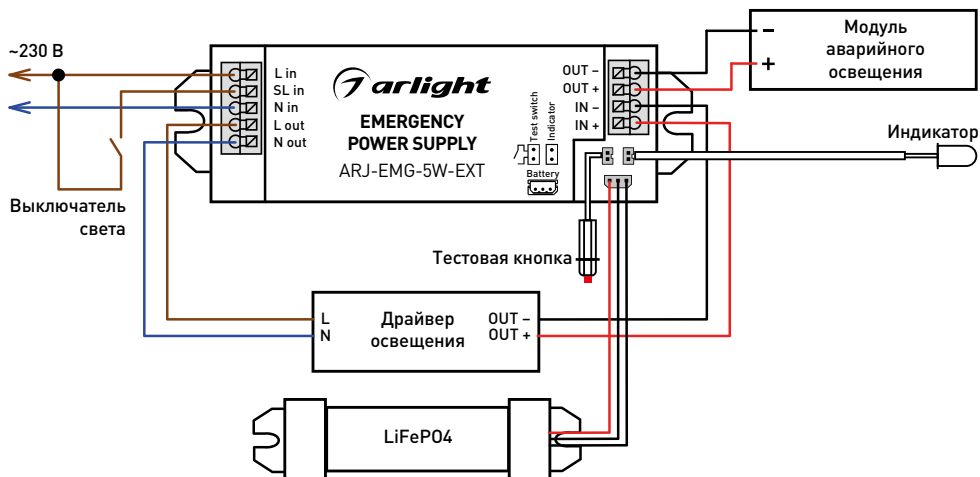

Рис. 1. Стандартная схема подключения
- 3.4. Подключите обесточенные провода электросети к источнику аварийного питания со стороны **INPUT**, соблюдая маркировку: **L** (фаза) — ко входам **L in** и **SL in**, **N** (ноль) — ко входу **N in** (см. рис. 1).